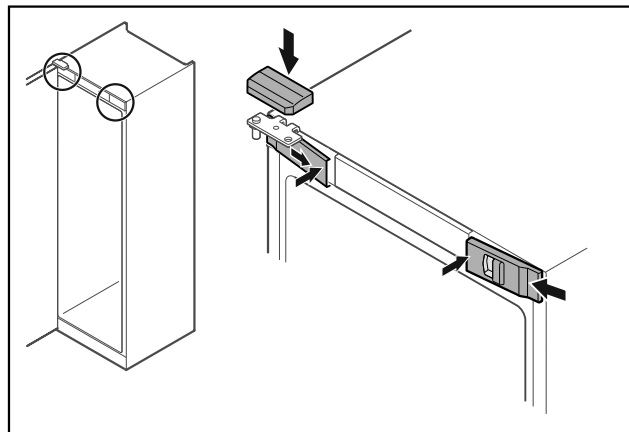

Fig. 50
- Voorste afdekking Fig. 50 (1) zijdelings aanbrengen en van binnen vastklikken.
- Bovenste afdekking Fig. 50 (2) van boven vastklikken.